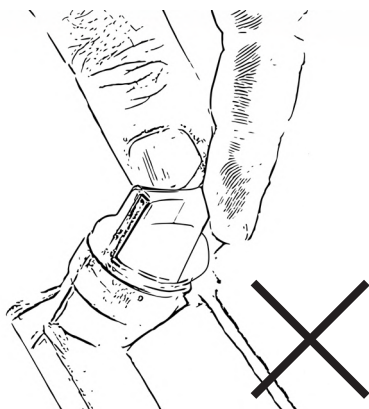

Figure 7
Ne jamais tourner le bouchon de remplissage d'huile avec la jauge connectée dans le filetage lors de la lecture du niveau d'huile. Cela conduit à un résultat de mesure erroné, fig. 7.
- Plongez complètement la jauge dans l'huile. Ne vissez **jamais** la jauge dans le filetage, fig. 7.